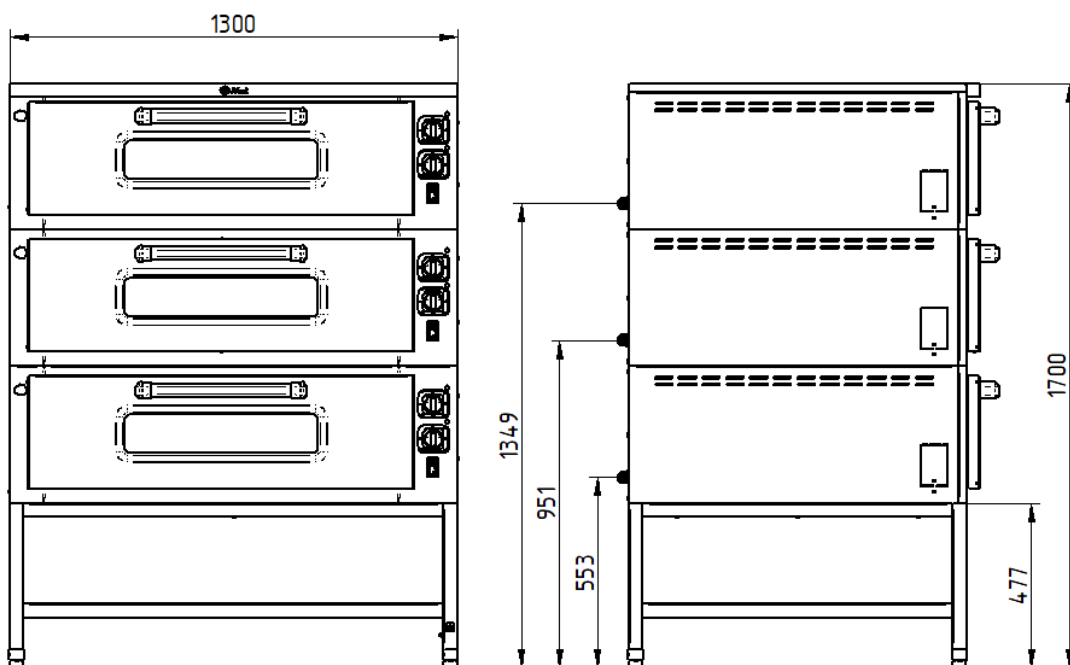

Рис. 3. Общий вид ЭШП-3-01.
- подключить изделие к электросети (3N/PE 400В 50Гц, пятипроводная трехфазная электрическая сеть с отдельным нулевым рабочим и защитным проводом) согласно действующему законодательству и нормативам. Электроподключение производится только уполномоченной специализированной службой с учетом надписей на табличках, маркировкой зажимов на клеммном блоке изделия и в соответствии со схемой электрической принципиальной. Электропитание подвести через кабельный ввод (гермоввод) на клеммный блок каждой секции изделия отдельным шнуром питания от электрического шкафа управления через автоматический выключатель с комбинированной защитой, реагирующий на номинальный рабочий ток 10А и ток утечки 10мА, предварительно сняв крышку правой боковой стенки (см. Рис. 3).